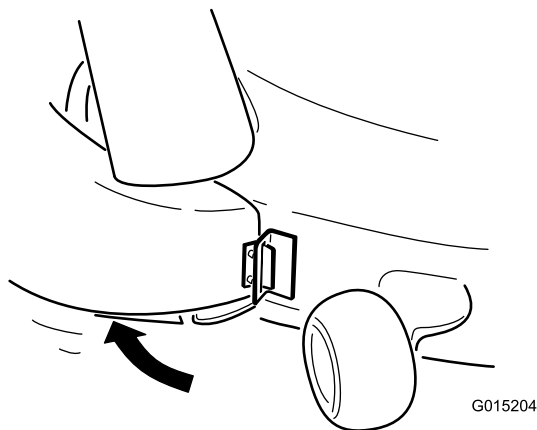

Figura 21
2. Gire el conducto hacia atrás y hacia la carcasa de modo que el conducto quede enrasado con la carcasa del cortacésped (Figura 21).